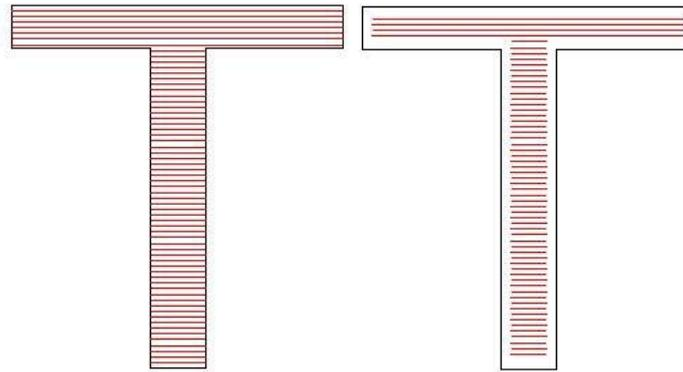

Abbildung 3-7 Grenzabstand
**Kantenversatz:** der Abstand zwischen den Schraffurlinien und der Objektkontur (Abbildung 3-7)